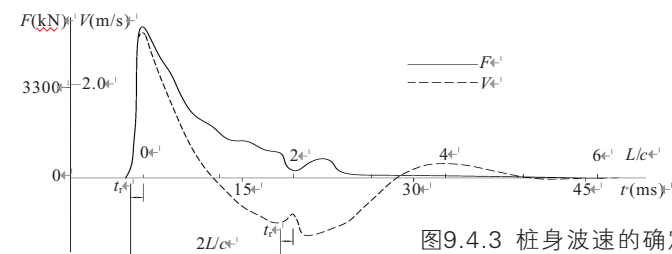

图9.4.3 桩身波速的确定
9.4.3 桩底反射明显时，桩身波速可根据速度波第一峰起升沿的起点到速度反射峰起升或下降沿的起点之间的时差与已知桩长值确定 (图9.4.3)；桩底反射信号不明显时，可根据桩长、混凝土波速的合理取值范围以及邻近桩的桩身波速值综合确定。